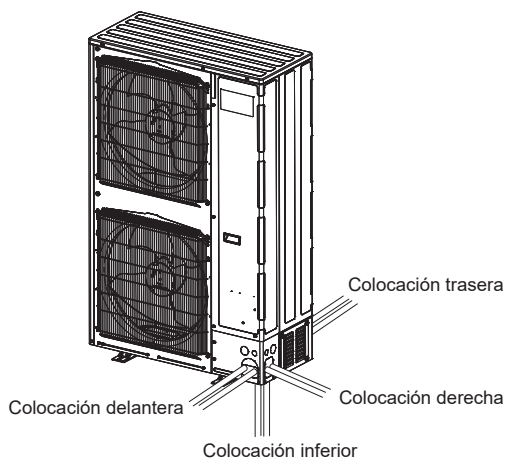

Fig. 4-10
- ① Realice las conexiones de los tubos de refrigerante de la unidad interior/exterior con la válvula de parada de la unidad exterior completamente cerrada.
- ② Purgue el aire del sistema por succión en la unidad interior y tubos de conexión.
- ③ Coloque la cubierta frontal y la cubierta posterior de modo que coincidan con cada una de las direcciones por las que pasa la tubería. (Fig. 4-10)
- Cuando se traza el recorrido de la tubería utilizando una cubierta de tubería, corte la cubierta de la tubería (B o D) siguiendo la guía y envuelva los tubos. (Fig. 4-10) Hueco de entrada de la tubería